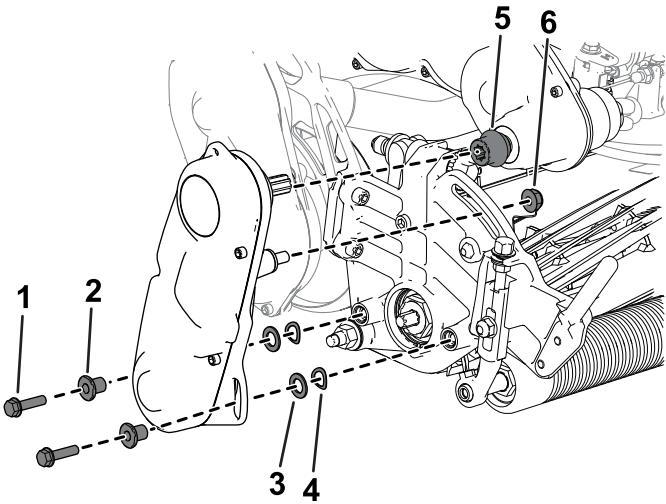

Figure 49
3. Déposez l'entraînement du cylindre de l'unité de coupe (Figure 49) et conservez les fixations.